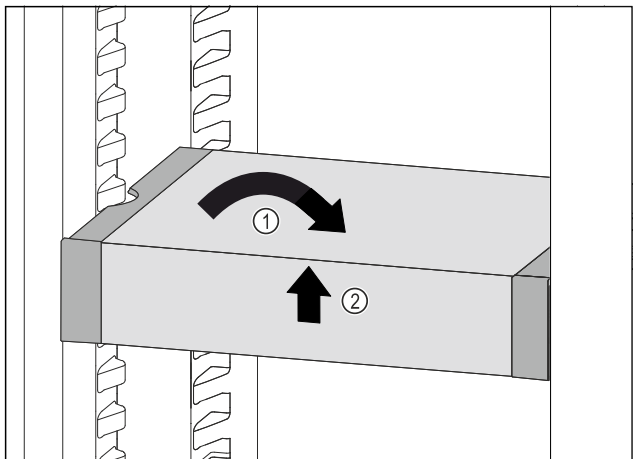

Fig. 48
- ▶ VarioSafe ustawić prosto. Fig. 48 (1)
- ▶ VarioSafe unieść z przodu. Fig. 48 (2)